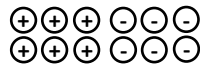

Bild K1-4
- c) Für Fall B wird das Dielektrikum (ii) entfernt, wie die nachfolgende Grafik (*Bild K1-4*) verdeutlicht. Zeichnen Sie die Verteilung der vorhandenen Ladungsmenge quantitativ korrekt auf die Kondensatorplatten ein. Es gilt $\epsilon_{r(i)} = 2$. **(1 Punkt)**